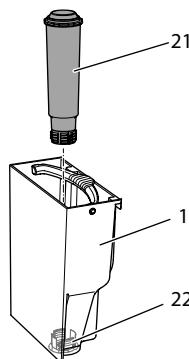

Fig. 15: Enroscar/desenroscar el filtro de agua
- Retire el filtro de agua (véase Fig. 15 en la página 151).
9. Coloque un filtro nuevo dentro del depósito de agua (véase Fig. 15).
3. Retire el filtro de agua (véase Fig. 15).